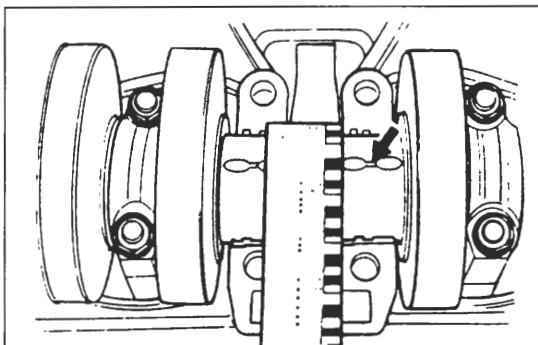

Bild 254
-  Mit Plastigage-Skala Breite des Mess-Streifens bestimmen (Bild 254) und so Lagerspiel feststellen. Massgebend ist breiteste Stelle des Mess-Streifens.